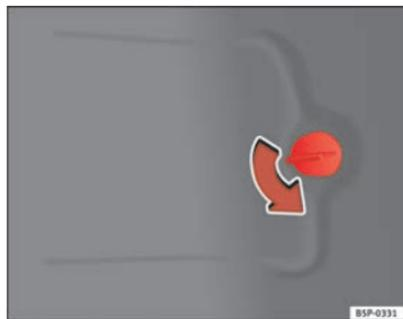

Fig. 185 Luci sulla carrozzeria
- Rimuovere lo sportello del pannello laterale del bagagliaio ⇒ fig. 185.